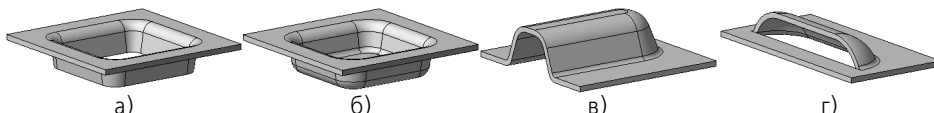

Рис. 98.1. Штамповочные элементы
- ▼ открытая и закрытая штамповка (рис. 98.1, а и 98.1, б),
- ▼ буртик (рис. 98.1, в),
- ▼ жалюзи (рис. 98.1, г).